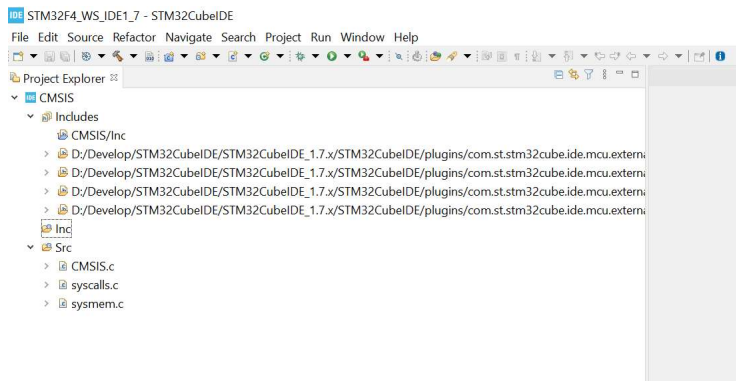

Abbildung 3: Ansicht des neuen (Bibliotheks-)Projekts im *Project Explorer* der IDE.
- Kopieren Sie nun aus dem vorab erstellten temporären Verzeichnis die Verzeichnisse **Include** (es enthält Headerdateien, die von ARM erstellt wurden) und **Device** (der Inhalt wurde von STM erstellt) in das Projekt-Verzeichnis in Ihrem Workspace und aktualisieren Sie in der IDE die Ansicht durch Drücken der Taste F5. Die Projektstruktur sollte im Anschluss folgendermaßen aussehen (Abbildung 3):